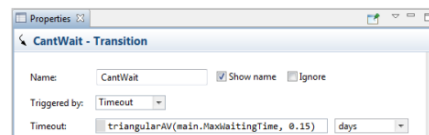

Рисунок 8.9 – Час очікування
11. Змініть властивості переходу, щоб він ініціював час очікування, який дорівнює $\text{triangularAV}(\text{main.MaxWaitingTime}, 0, 15)$ днів (рис. 8.9).